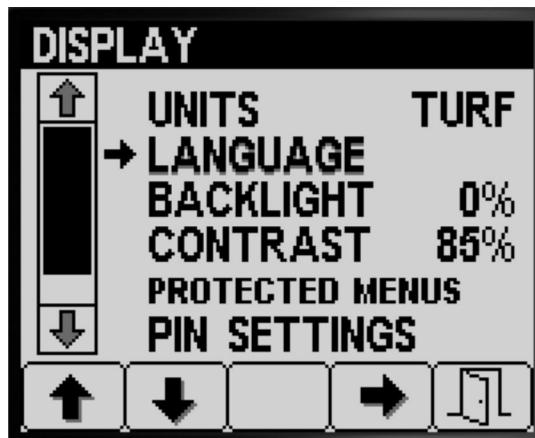

Figura 18
- Pulse el botón 1 o el botón 2 para desplazarse a la opción IDIOMA (Figura 18).
- Pulse el botón 4 para seleccionar la opción IDIOMA (Figura 18).